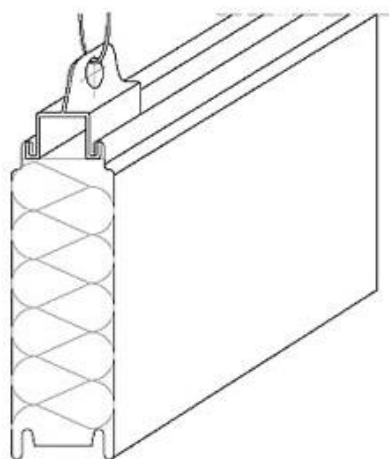

Рис.4. Захват для сэндвич-панелей
- Захват для сэндвич-панелей с креплением в замок (рис.4);